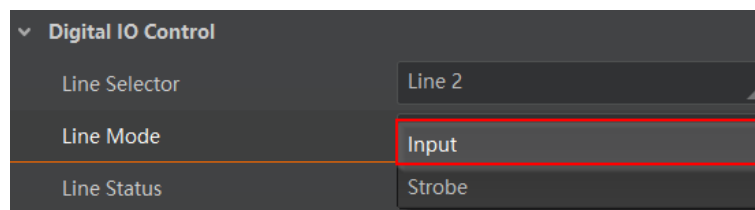

图4-7 Line 2 设置为输入信号
2. *Line Mode* 下拉选择 *Input*，如图4-7所示。